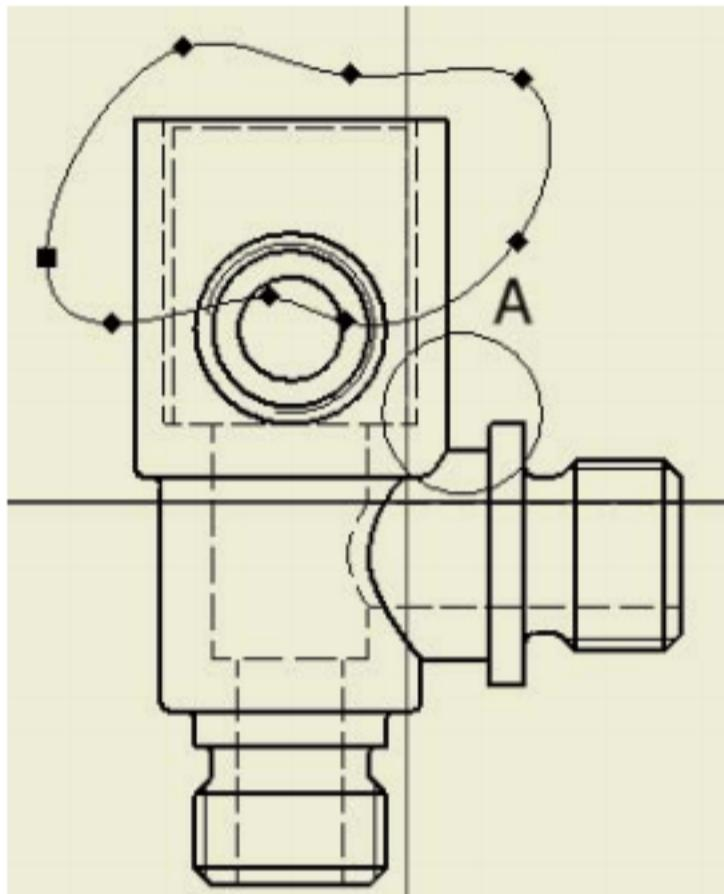

图5-22 草图绘制截面轮廓
- 2) 使用工程图草图面板上的工具创建封闭的截面轮廓草图，如图5-22所示。